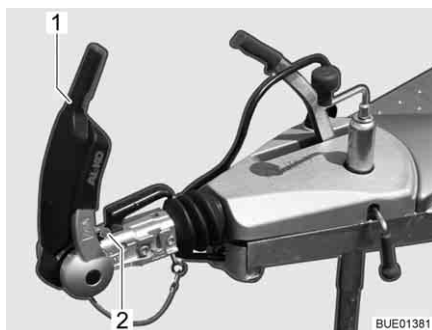

Bild 190 Indikering friktionsbelägg fram och bak
- Öppna stabiliseringshandtaget (Bild 190,1).
Kontrollen sker med hjälp av indikeringen framför kopplingshandtaget (Bild 190,2).